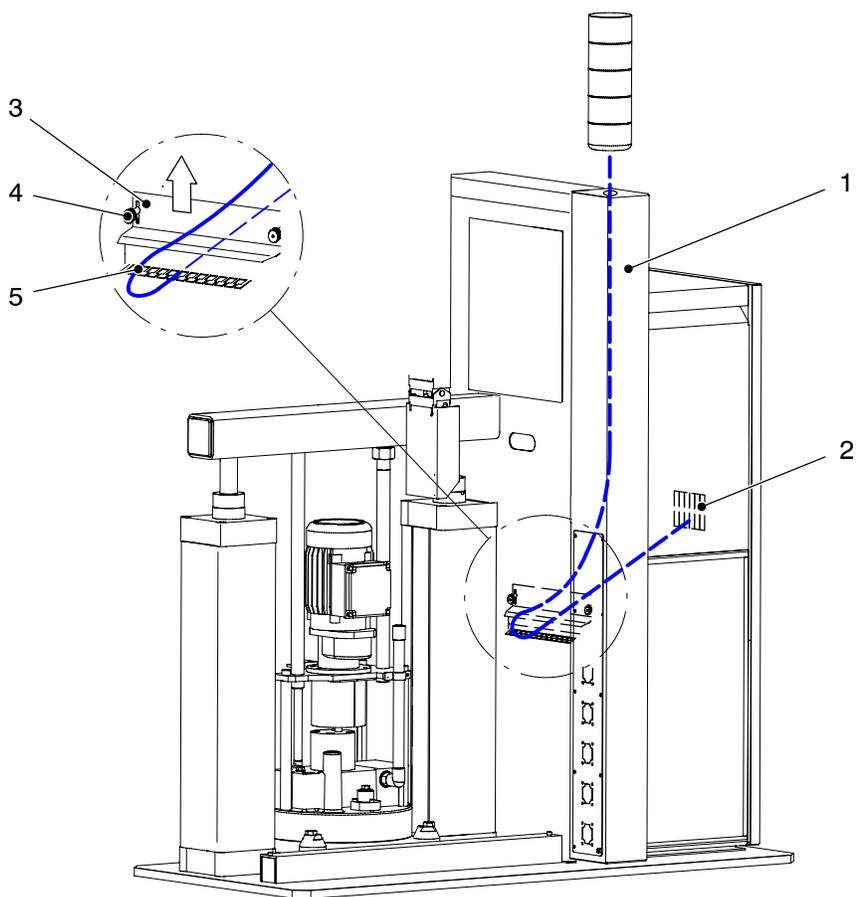
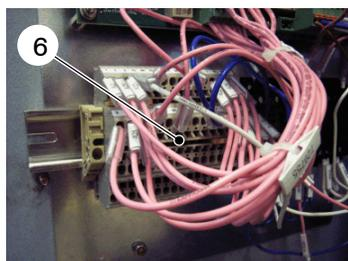

Fig. 3-6
Fig. 3-7
1. Quebre e retire a chapa pré-recortada situada na parte superior da coluna (1, fig. 3-6).
6. Desaperte as porcas recartilhadas (4) da cantoneira de suporte *passagem de cabos* (3). Desloque a cantoneira de suporte para cima, dentro do orifício oblongo.
7. Através da abertura resultante, introduza, na porta do quadro eléctrico, o cabo para a régua de terminais (2, 6, fig. 3-7).
9. Fixe o cabo com braçadeira para cabos a um dos dentes de chapa (5) situados sob a cantoneira de suporte *passagem de cabos*.